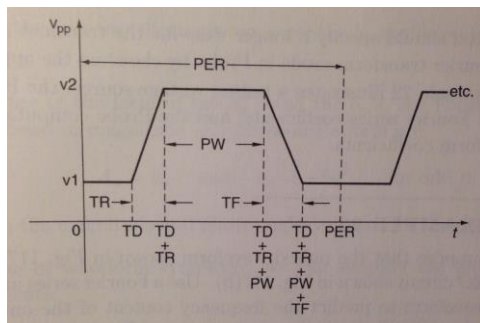

图 42. 脉冲方波
7.3 对于脉冲方波, 我们必须懂得它的前后沿有不同的定义. 图 42 和图 43 分别说明了它们的含义. 这些概念在我们后面的应用中会用到.